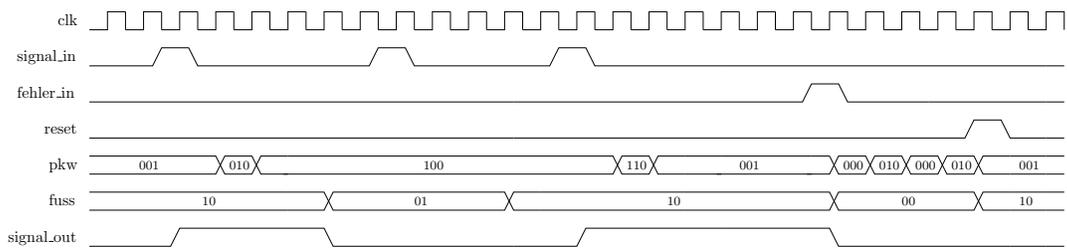

Abbildung 2: Simulationsvorgaben
2. Schreiben Sie einen Testrahmen für Ihre Ampelsteuerung. Verwenden Sie einen 2 Sekunden Basistakt und orientieren Sie sich an Abbildung 2.
- Simulationsergebnis (vgl. Abbildung 2)